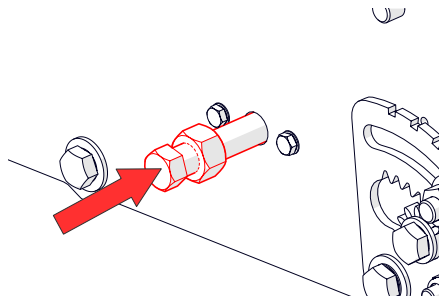

Fig. 11F - Fijar el perno de sujeción
8. Apriete el perno de sujeción [con la llave fija de 19 mm] (Fig. 11F) y, a continuación, la tuerca de cierre [con la llave fija de 24 mm] (Fig. Fig. 11G).